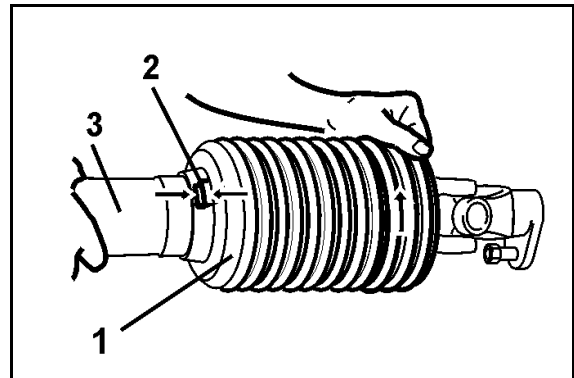

Fig. 53
3. Schutztrichter (Fig. 53/1) in die Montageposition drehen.
4. Schutzhälfte (Fig. 53/3) abziehen.